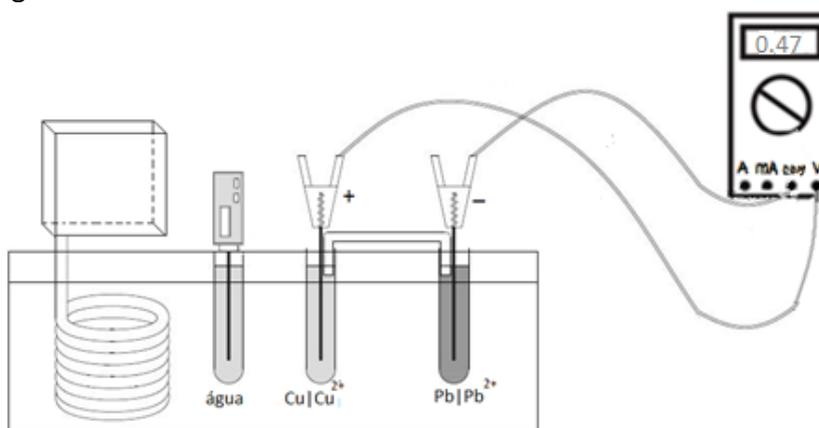

Figura 1 – Esquema da célula eletroquímica: $\text{Pb(s)}|\text{Pb}^{2+}(\text{aq})||\text{Cu}^{2+}(\text{aq})|\text{Cu(s)}$
8. Faça um gráfico semelhante ao da Figura 1 e determine graficamente o pK_a do ácido acético.
Em uma pilha eletroquímica, o contato elétrico entre dois metais com potenciais de oxidação diferentes gera uma diferença de potencial entre os metais imersos em soluções contendo os seus respectivos cátions. Para fazer uma pilha de chumbo-cobre, por exemplo, devemos criar uma semicélula para cada metal e ligar uma à outra eletricamente. A semicélula consiste em uma barra do metal (eletrodo) mergulhada numa solução contendo os cátions ou o sal do metal. As duas semicélulas entram em contato elétrico através de uma ponte salina, que permite o fluxo de íons de uma para a outra. A ponte salina a ser usada é um tubo em U preenchido com ágar-ágar contendo um sal. O diagrama da célula completa tem, portanto, a aparência mostrada na Figura 1.
- 2- Monte a pilha eletroquímica dentro de um banho termostatizado seguindo o esquema da Figura 1. Coloque 35,0 mL de solução em cada um dos tubos de centrifuga.